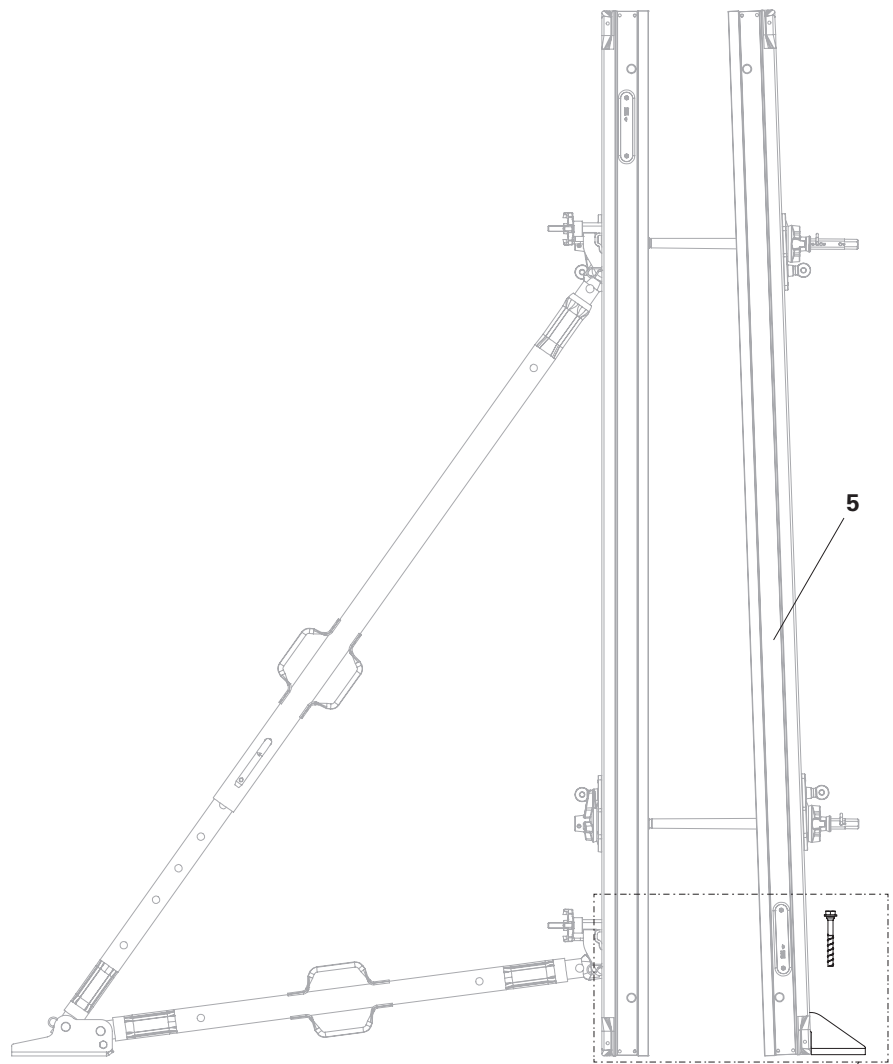
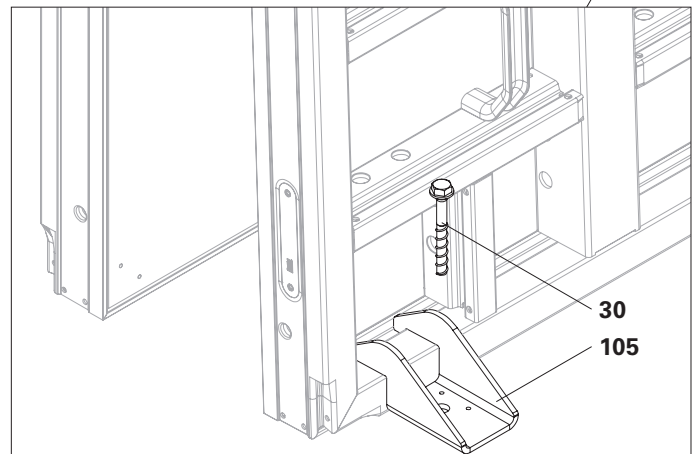

Fig. A12.01
Fig. A12.01a
- (Fig. A12.01 + Fig. A12.01a)